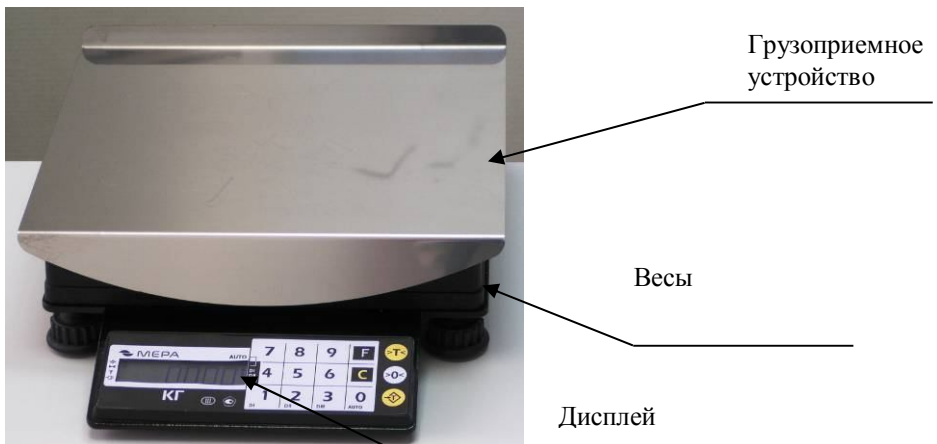

Рисунок 1 – Весы ПВМ с ЖКИ индикацией. Состав весов
3.1. Весы состоят из следующих составных частей (рисунок 1, 2):